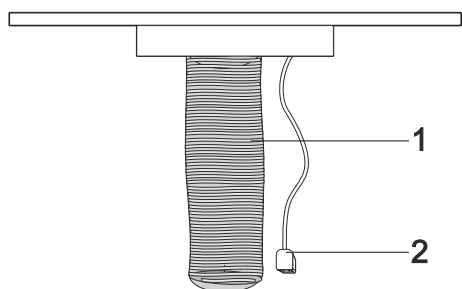

Fig. 10
4. ➤ Utsugskanal och strömkabel måste förberedas innan fläkten installeras (Fig. 10).